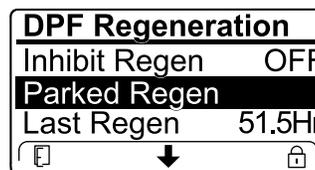

Figura 59
- Si la computadora del motor solicita una regeneración de recuperación, o si está procesando una regeneración de recuperación y usted se desplaza hasta la opción REGENERACIÓN ESTACIONARIA, la regeneración estacionaria se bloquea y el icono de bloqueo (Figura 59) aparece en la esquina inferior derecha del InfoCenter.